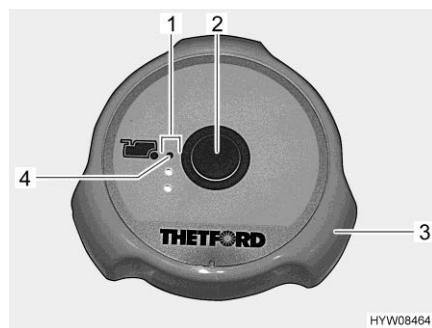

Fig. 201 Pulsante dello sciacquone/spie di controllo (toilette Thetford)
- Prima di tirare l'acqua, aprire il cursore della toilette Thetford. A tal fine ruotare la maniglia girevole (Fig. 201,3) in senso antiorario.
- Per sciacquare premere il pulsante blu (Fig. 201,2).
- Dopo aver tirato l'acqua chiudere il cursore. Ruotare la maniglia girevole (Fig. 201,3) in senso orario.
Le spie di controllo (Fig. 201,1) indicano il livello del serbatoio fiscale. Quando si accende la spia di controllo rossa (Fig. 201,4), il serbatoio fiscale deve essere svuotato.